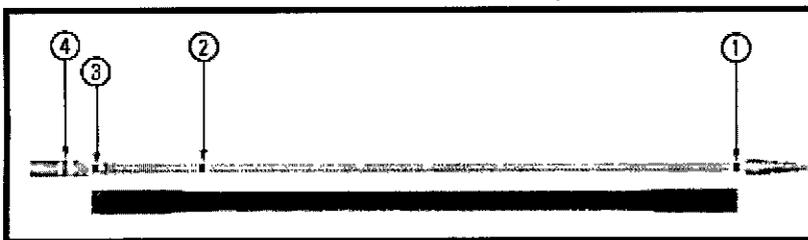
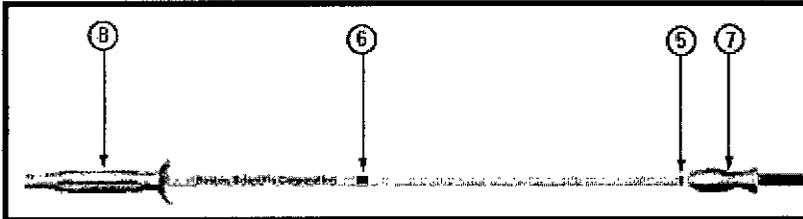

Figura 2. Sistema introductor y marcadores radiopacos
Figura 3. Sistema introductor, marcadores visuales y mangos
La presencia de cuatro marcadores radiopacos facilita el despliegue del stent bajo fluoroscopia. Las bandas marcadoras radiopacas de las que dispone el tubo interior indican la longitud del stent comprimido en el sistema introductor (Figura 2, n° 1 y n° 3). El catéter interior cuenta con una banda marcadora ubicada entre los marcadores del stent comprimido que indica el punto a partir del cual ya no es posible volver a comprimir el stent (Figura 2, n° 2). Hasta este punto, es posible volver a comprimir y colocar el stent si se desea pero no más de dos veces. La cuarta banda marcadora ubicada en el extremo distal del catéter exterior indica el punto de despliegue del stent (Figura 2, n° 4). La punta y el tubo interior son igualmente radiopacos para permitir su uso bajo fluoroscopia. Después de colocar la guía, retire el endoscopio del paciente y deje la guía en su sitio. Vuelva a introducir el endoscopio a lo largo de la guía si se desea obtener una visualización directa del despliegue del stent. Incline la cabeza del paciente hasta conseguir el trayecto más recto posible para permitir el avance del sistema introductor. Aplique lubricante si así lo desea.
Mediante visualización fluoroscópica, coloque el stent con el marcador radiopaco proximal por encima del margen proximal del tumor y el marcador radiopaco distal por debajo del margen distal del tumor, y sitúe el tumor entre los dos marcadores (Figura 2, n° 1 y n° 3). De este modo se asegura que el stent cubra el tumor correctamente. Si no es necesario cruzar el esfínter esofágico inferior, el extremo distal del stent deberá permanecer por encima del esfínter esofágico inferior para permitir que este último siga funcionando y que se reduzca el reflujo gástrico. No
Inicie el despliegue del stent sujetando el mango distal (el más alejado del operador, Figura 3, n° 7) del sistema introductor con una mano, y con la otra sostenga el mango proximal (el más cercano al operador, Figura 3 n° 8) mientras impide que se mueva. Entre ambos extremos se encuentra un segmento amarillo con marcadores visuales. Estos marcadores visuales tienen como objetivo facilitar el despliegue. Antes de efectuar el despliegue del stent, se puede observar uno de los marcadores en la posición de stent totalmente comprimido/sin desplegar (Figura 3, n° 5).
Para iniciar el despliegue del stent, sujete el mango distal (el más alejado del operador, Figura 3, n° 7) con una mano y el mango proximal (el más cercano al operador, Figura 3 n° 8) con la otra.
Para desplegar el stent, tire lentamente del mango distal hacia el mango proximal e impida que este último se mueva. Controle la liberación del stent mediante fluoroscopia o endoscopia, mientras mantiene los marcadores fluoroscópicos del sistema introductor entre los márgenes identificados de la estenosis. Si es necesario, es posible detener el despliegue y ajustar la posición del stent en sentido proximal antes de rebasar el marcador que indica la posibilidad de volver a comprimir el stent (Figura 3, n° 6). Consulte la sección referente a la técnica para volver a comprimir el stent. Si está satisfecho con la colocación del stent, proceda a efectuar el despliegue completo.
- El stent se puede volver a comprimir en cualquier punto hasta llegar a los marcadores que indican que es posible realizar una nueva compresión (radiopaco Figura 2, n° 2 y visual Figura 3, n° 6).
Nota: El stent se ha comprimido por completo si el marcador visual (Figura 3, nº 5) resulta plenamente visible.